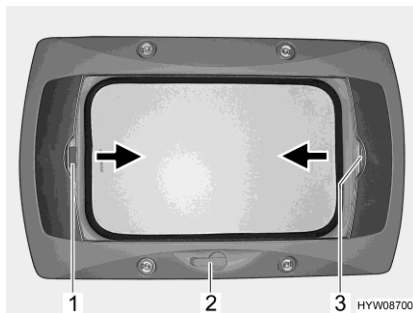

Fig. 47 Oblò a manovella
- Ruotare la manovella (Fig. 47,2) fino a quando non si incontra resistenza.
- Chiusura:** ■ Tirare la tendina oscurante pieghevole per la maniglia (Fig. 47,3) nella direzione della freccia fino alla posizione desiderata e rilasciare. La tendina oscurante pieghevole rimane in questa posizione.
- Chiusura:** ■ Tirare la zanzariera a rullo per la maniglia (Fig. 47,1) nella direzione della freccia verso la maniglia contrapposta della tendina oscurante pieghevole (Fig. 47,3) e farla innestare.
- Apertura:** ■ Tirare la maniglia della zanzariera a rullo (Fig. 47,1) dietro, verso l'alto, e sganciare la zanzariera a rullo dalla tendina oscurante pieghevole (Fig. 47,3).